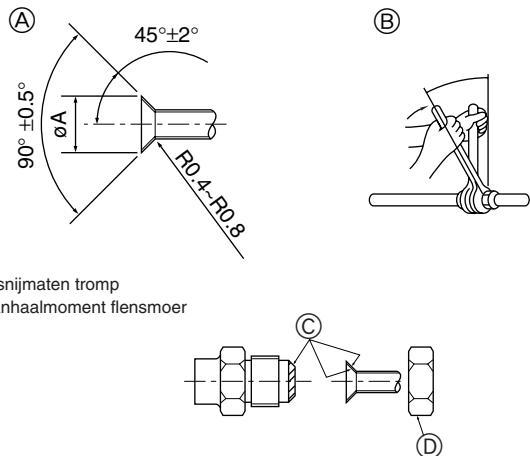

Fig. 4-1
Table 1 (Fig. 4-1)
4.2. Aansluiten van de pijpen (Fig. 4-1)
- Doe een dun laagje koelmachineolie op de leiding en het aansluitingsoppervlak voordat u de "flare"-moer vastdraait. (A)
- Draai met gebruik van twee pijptangen de aansluitende leidingen vast. (B)
- Breng koelolie aan op de aansluitingsoppervlakken. (C)
- Gebruik de flensmoeren zoals ze zijn bevestigd aan de eenheid. (D)